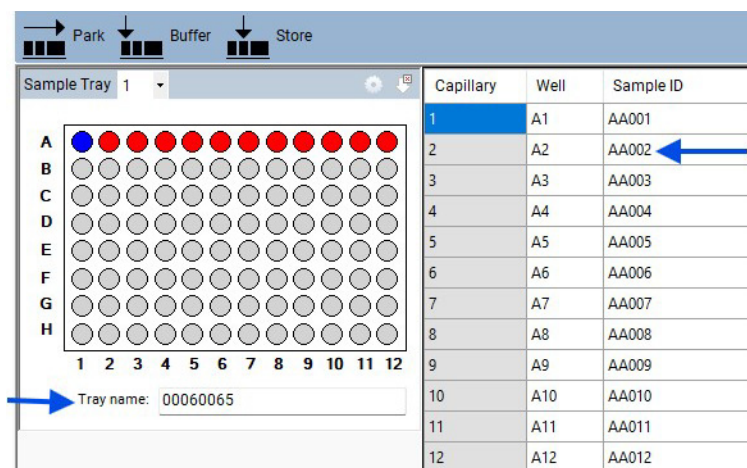

Figura 86 Nomi dei campioni importati
- 3 Usare il lettore di codici a barre per scansionare il codice a barre sulla piastra. Il nome del file e i nomi dei campioni saranno importati automaticamente dal file .txt o .csv della cartella *Samples* (Campioni) (**Figura 86**).